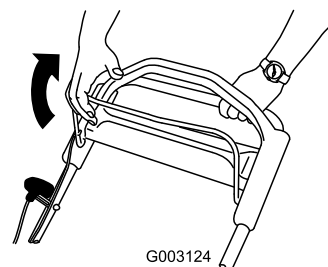

Figura 23
2. Tire de la barra de control de la cuchilla hasta el manillar (Figura 23).